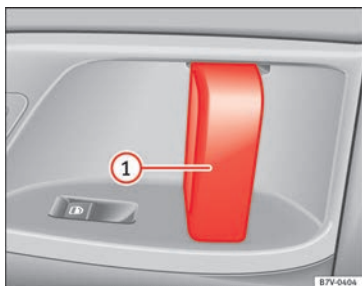

Fig. 134 Sur la porte coulissante : poignée de la porte ①.
Ouvrir la porte coulissante depuis l'intérieur.	Lorsque la porte coulissante est déverrouillée, ouvrez-la complètement en tirant sur sa poignée intérieure » fig. 134 ① .